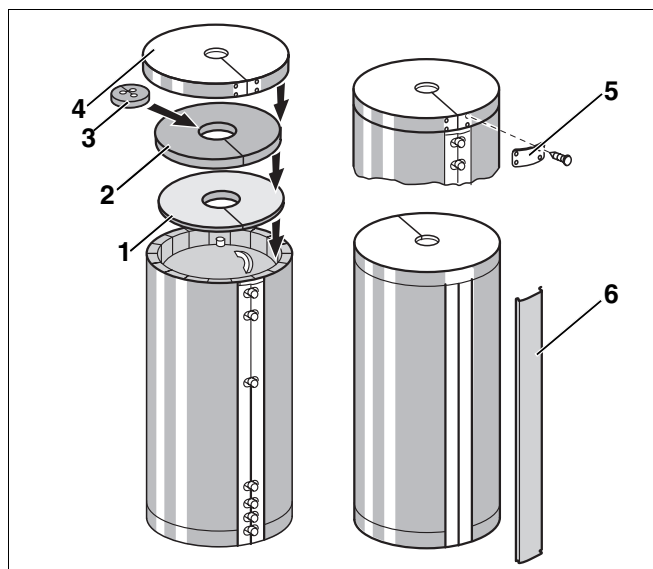

Fig. 13 Montage de l'isolation thermique (schéma de principe)
- Appuyer le cache de fermeture (fig. 13, **pos. 6**) sur la partie avant au-dessus de la baguette de fermeture du matelas isolant.
- Poser les disques isolants supérieurs (fig. 13, **pos. 1** und **2**) de manière à ce que le disque le plus épais (fig. 13, **pos. 2**) soit aligné avec le matelas isolant.
- Poser l'élément insérable avec les évidements (fig. 13, **pos. 3**) pour les raccordements du préparateur.
- Recouvrir le disque et le bord du matelas isolant avec le capot du préparateur (fig. 13, **pos. 4**).